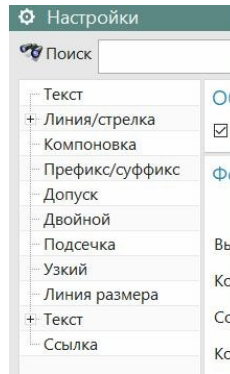
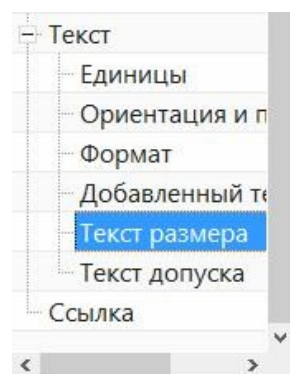
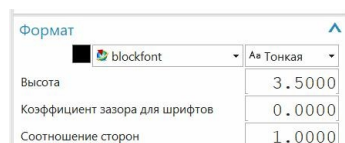

рис.153
рис.154
Рис.155
- В ответ система предоставит большое диалоговое окно настроек размера (рис.153). Вам придется в этом окне посмотреть раздел «**Текст размера**» (рис.154), и установить нужную высоту букв (рис.155).